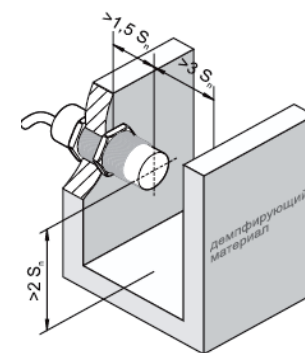

Рисунок 3 - Минимальные расстояния до металлических и демпфирующих объектов при установке емкостных выключателей
5.1 Металлы и материалы с высокой диэлектрической проницаемостью (например, вода) обладают сильным демпфирующим действием, поэтому, если регулировкой чувствительности исключить их влияние невозможно, необходимо обеспечить свободную область вблизи активной поверхности выключателя согласно рис. 3